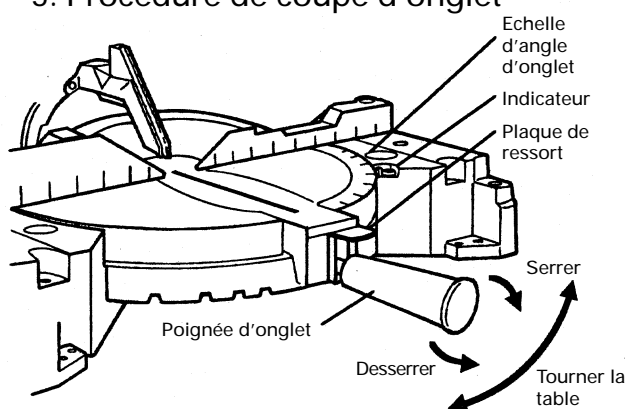

Fig. 22
- (1) Desserrer la poignée de coupe d'onglet et appuyer sur la plaque à ressort.
- (2) Régler la table jusqu'à ce que le repère soit aligné sur la valeur voulue de l'échelle d'angle d'onglet, comme indiqué à la Fig. 22.
- (3) Resserrer la poignée de coupe d'onglet pour fixer la table en position.